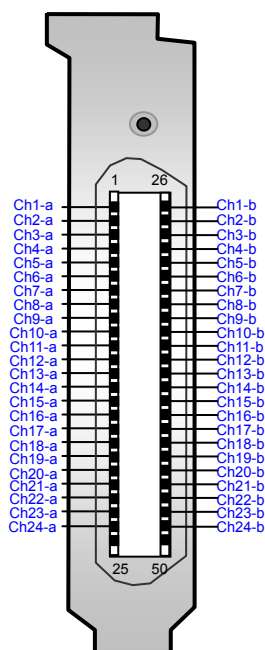

图 2-12
- **接口说明：**板卡的RJ-21 接口各引脚的定义如图 2-12所示，其中Chn-a和Chn-b为一对电话线，接口共可同时接 24 对电话线。
DST-24B 系列录音卡采用交换机常用的 50 芯线的 RJ21 接口，可以通过外接的 RJ11 接线盒将一个 RJ21 接口转换成 24 个 2 芯线的 RJ11 接口，插口引脚分布如图 2-12 所示。